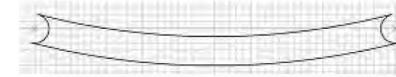

Fig. 4
- La sala circular de la base se crea mediante un **cilindro** de 12,5 m de radio y 5 m de altura. Después se **achafлана** el borde superior con distancias de 3 y 2 m (fig. 4).
- Dibujar en planta el perfil del asiento (Fig. 4) y con **Extrusión** se levanta 380 mm.